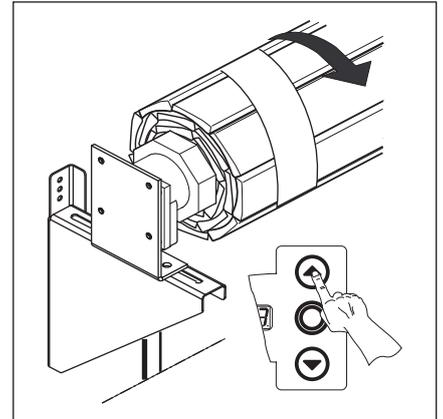

Abb. 6-25: Richtung *Tor-Auf* fahren, bis der Endschalter den Motor abschaltet
4. Den komplett aufgewickelten und gegen Abwickeln gesicherten Behang im Totmannbetrieb in Richtung *Tor-Auf* fahren, bis der voreingestellte Endschalter *Tor-Auf* den Antrieb stoppt (siehe Abb. 6-25).